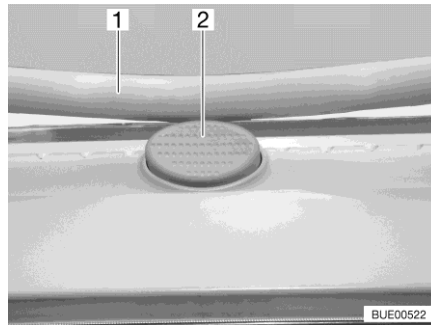

Fig. 107 Bouton de sécurité (lanterneau Heki)
- Appuyer sur le bouton de sécurité (Fig. 107,2) et tirer l'étrier (Fig. 107,1) vers le bas avec les deux mains.
- Pousser l'étrier vers le haut avec les deux mains jusqu'à ce que ce dernier se trouve au-dessus du bouton de sécurité (Fig. 107,2).